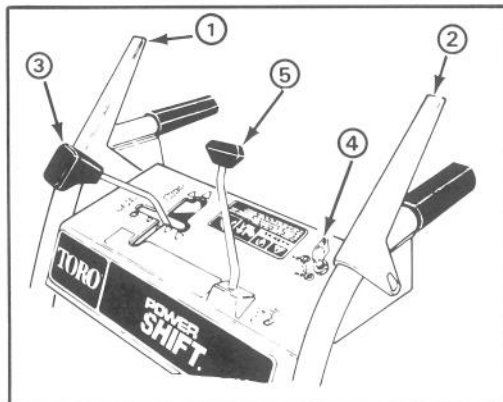

Figure 9
**Commande de tarière/roue hélice (fig. 9)**— Cette commande peut se régler sur deux positions : EMBRAYÉE et DÉBRAYÉE. Pour embrayer la tarière et la roue hélice, appuyez le levier contre la poignée droite. Pour débrayer, relâchez le levier.
**Commande d'entraînement de traction (fig. 9)**— Pour engager la traction ou mettre le mécanisme Power Shift en service, le levier doit être pressé contre la poignée gauche. Pour arrêter la traction, relâchez le levier.
**Commande de changement de vitesse (fig. 9)**— La commande présente quatre vitesses avant et deux arrière et permet également l'asservissement Power Shift des roues. Pour passer les vitesses, réglez cette commande sur la position désirée.
**Verrouillage de la tarière (fig. 9)**— Lorsque les commandes de tarière/roue hélice et d'entraînement de traction sont enclenchées, la commande de traction verrouille la commande de tarière/roue hélice en position enfoncée. Il suffit de relâcher la première pour désenclencher la seconde.
**Commande de goulotte d'éjection (fig. 9)**— Faites tourner la commande de goulotte d'éjection dans le sens horaire afin d'orienter la goulotte vers la droite et dans le sens inverse pour l'incliner de l'autre côté.
**Contacteur d'allumage (fig. 9)**— Le contacteur se règle sur deux positions CONTACT MIS et CONTACT COUPÉ. Tournez la clé sur CONTACT MIS avant de faire démarrer le moteur et sur CONTACT COUPÉ pour arrêter celui-ci.
4. Mettez le contact (fig. 9).
1. Relâchez les commandes d'entraînement de tarière/roue hélice et de traction (fig. 9).
2. Réglez le sélecteur de vitesse au point mort (N).